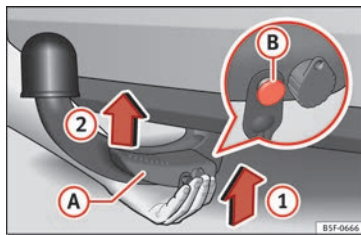

Fig. 224 Placer la boule amovible/broche de déverrouillage à l'état déplié
- Tenez la boule amovible **par en bas** » fig. 224 et encastrez-la dans le logement du crochet en suivant le sens de la flèche (1) jusqu'à entendre un clic » ⚠.